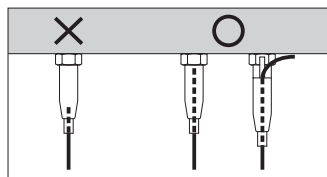

図2
- ・ ワイヤーが金具に十分挿入されていることを荷重をかける前に確認してください（図2）。挿入が不十分な場合、落下によるケガや破損の原因となります。